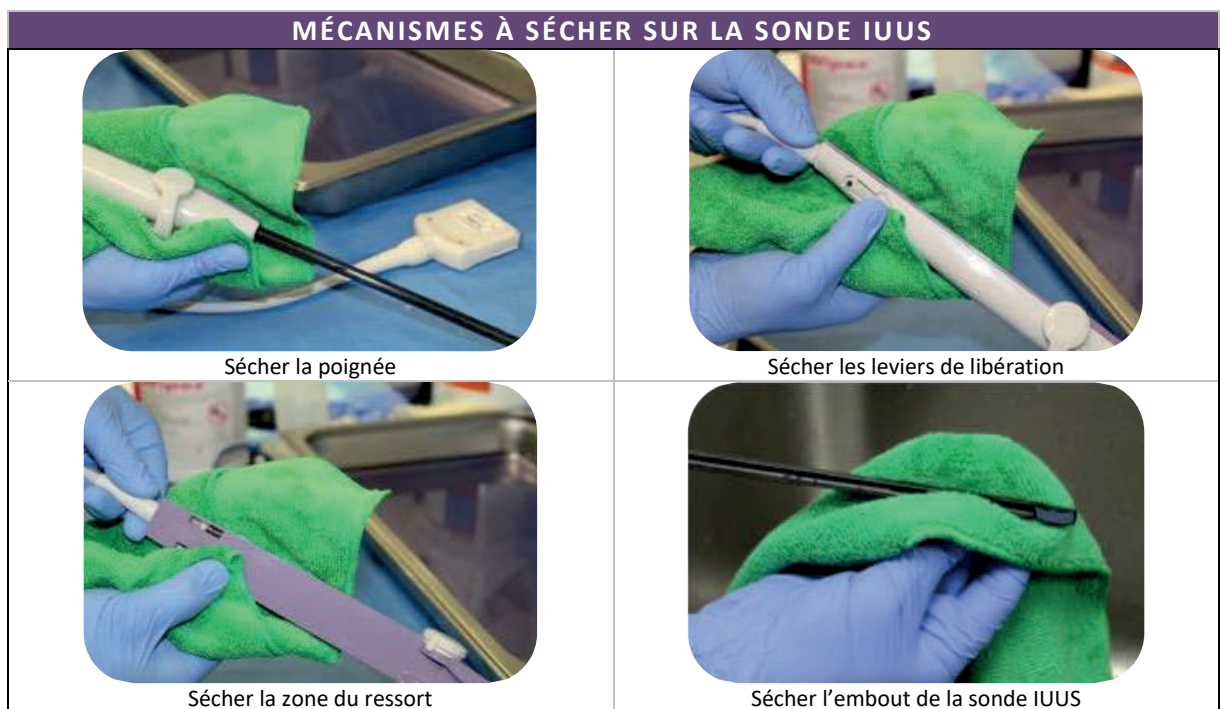

Figure 4-7 Sécher la sonde IUUS avec un chiffon non pelucheux.
1. Sécher complètement la sonde IUUS, y compris les mécanismes de la poignée, avec un chiffon doux non pelucheux propre, à l'air ou dans une armoire de séchage, voir la Figure 4-7.